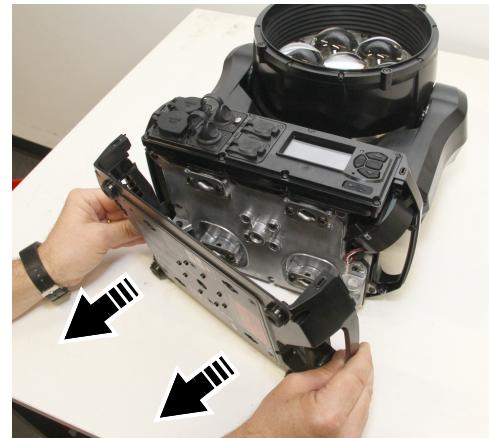

Figure 10: Démontage du capot de la base
4. Voir Figure 10. Séparez le capot de la base.